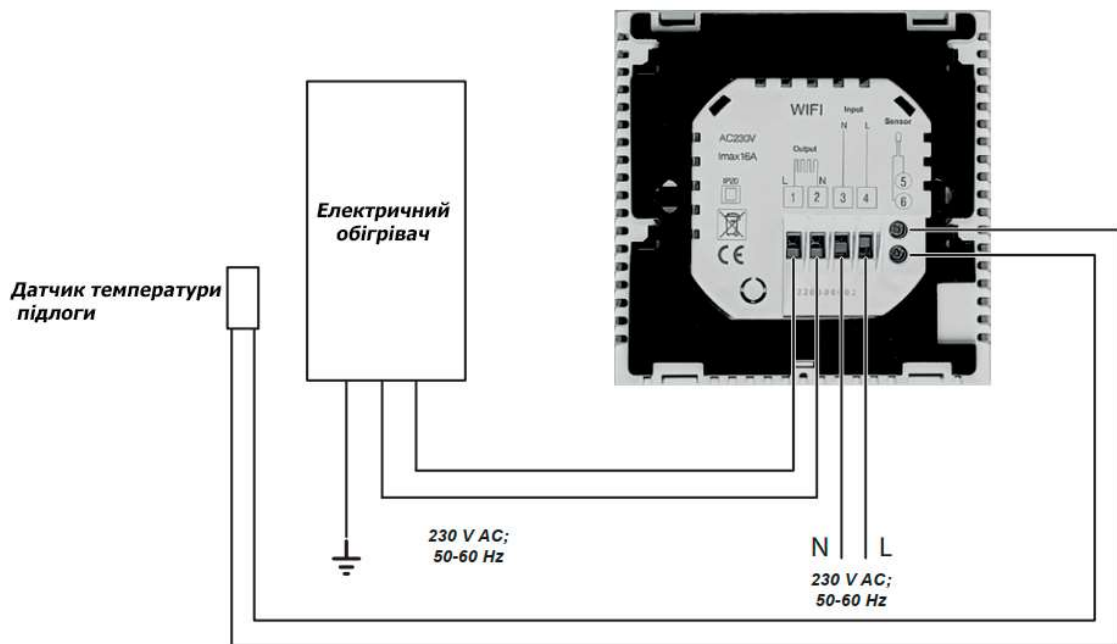

Рисунок 3
До цих контактів потрібно підключити фазний (L) і нульовий (N) дроти мережевого живлення того пристрою, яким має керувати термостат (**Рисунок 3**).
Виріб необхідно підключати до мережі 230 В за допомогою двожильного кабелю. Електроживлення має бути під'єднано до позначених **N (3) L (4)** клемних контактів на задній панелі термостата (**Рисунок 3**). Немає необхідності звертати увагу на правильність фаз при підключенні.